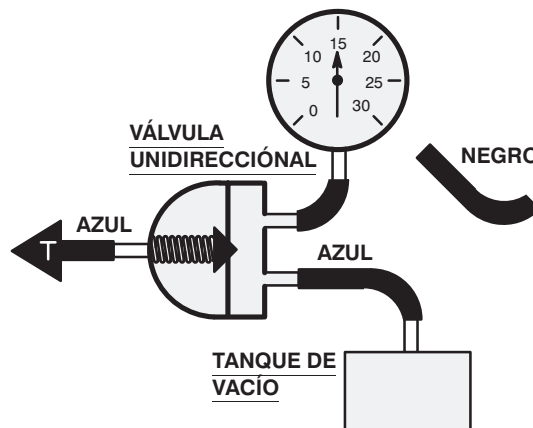

Figura 1- Prueba del sistema de suministro
1. Conecte el probador de vacío al lado del sistema de la válvula unidireccional (Figura 1).